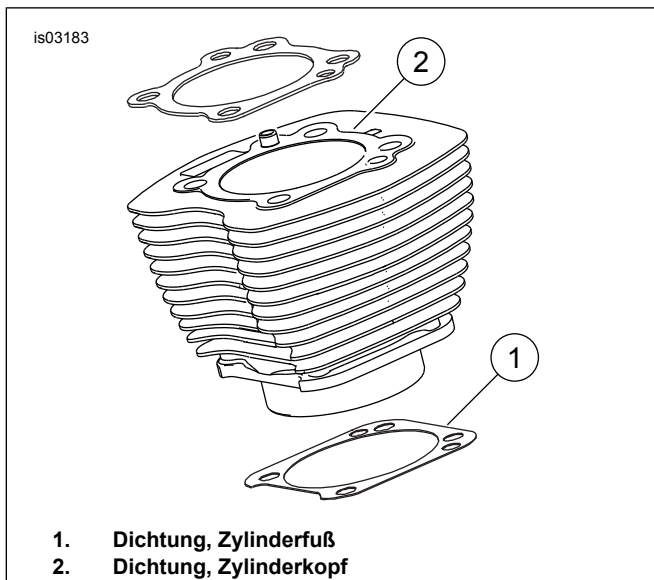

Abbildung 1. Zylinderdichtungen
- Siehe Abbildung 1 >. Bei Einbau der 103 mm (4.060 in) Zylinderfußdichtung (1) und der Zylinderkopfdichtung (2) ist kein Einbau von O-Ringen erforderlich. Keine O-Ringe an Zylinderausrichtstiften oder Zylinderaufnahmen benutzen.
- Beim Einbau der neuen Zylinderfußdichtung (1) muss diese mit der geprägten Seite nach unten und der konkaven Seite nach oben eingebaut werden.